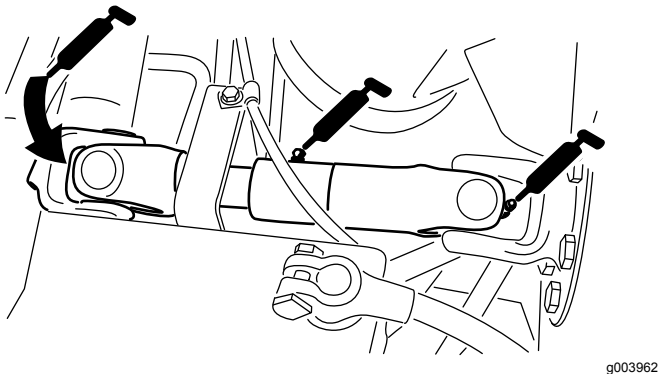

Figura 60
- Articulación de cardán del árbol de transmisión de la bomba (3)—Figura 60